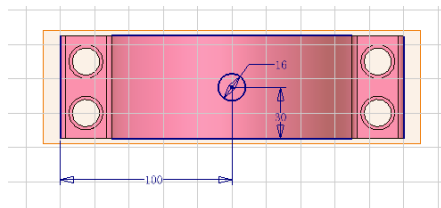
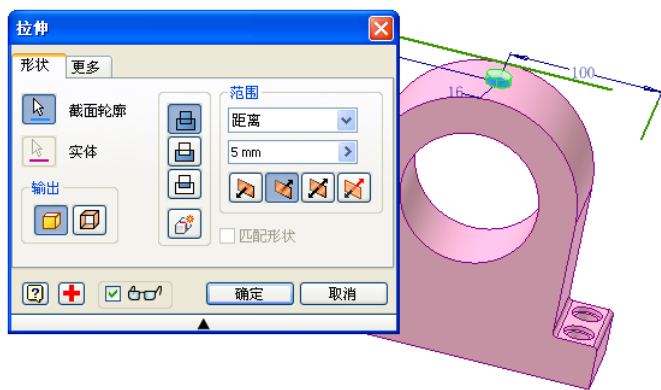

图 7-42 绘制拉伸草图
图 7-43 拉伸示意图
②选择【圆】工具绘制一个圆形，选择【尺寸】工具对其进行尺寸和位置标注，并修改其尺寸值，如图 7-42 中所示。需要注意的是，为了能够在标注位置尺寸的时候有所参照，还是应该通过【投影几何图元】工具将已有零件的边线向草图中投影，以用来作为标注尺寸的参考。
③单击【草图】标签上的【完成草图】工具按钮，退出草图环境，返回到零件特征环境下。单击【模型】标签栏【创建】面板上的【拉伸】工具按钮，打开【拉伸】对话框，选择图 7-42 中的圆形为拉伸截面轮廓，设置终止方式为【距离】，拉伸深度为 5，如图 7-43 所示。